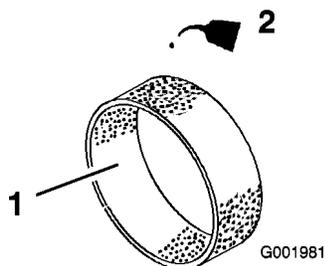

Figura 46
4. Ponga 30-60 ml de aceite en el elemento (Figura 46).